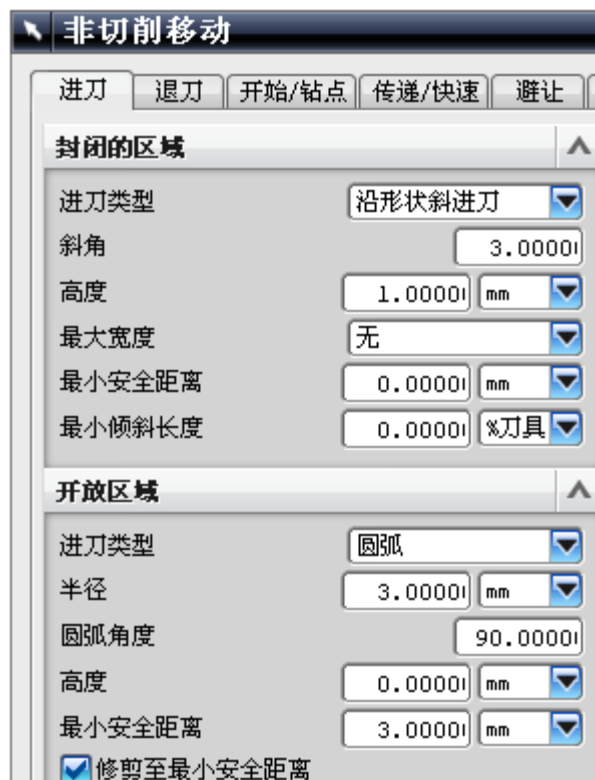

图 9-71
- 单击 , 设置如图 9-71 所示的非切削运动参数, 单击 OK。